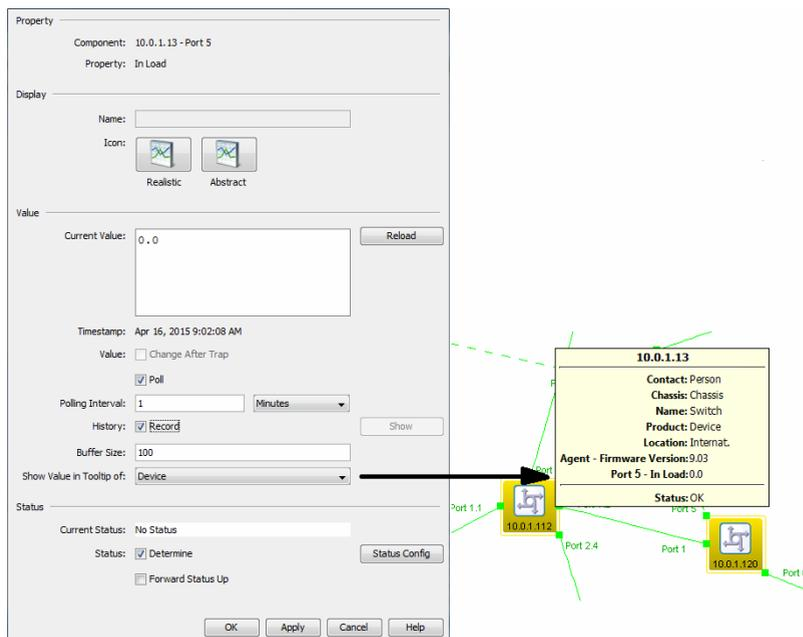

Figure 65 :Propriétés de données
- ▶ L'option «Buffer Size» vous permet d'indiquer combien de lignes le protocole met dans la mémoire tampon. Si vous souhaitez afficher cette valeur dans l'infobulle d'un composant d'ordre supérieur, sélectionnez le composant «Show Value in Tooltip of» dans la liste déroulante (voir la figure 65).